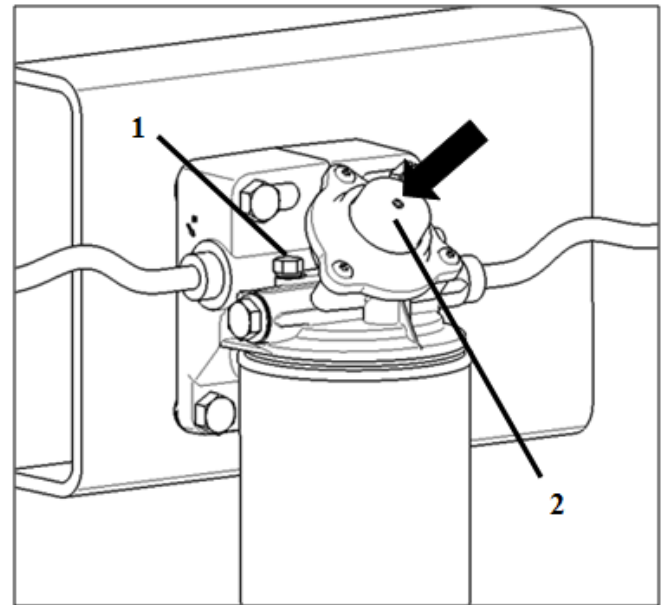

Fig. 6 Sfiatare
- Svitare la vite di sfiato (pos. 1, Fig. 6).
- Azionare la pompa a mano (pos. 2, Fig. 6) per aspirare carburante.